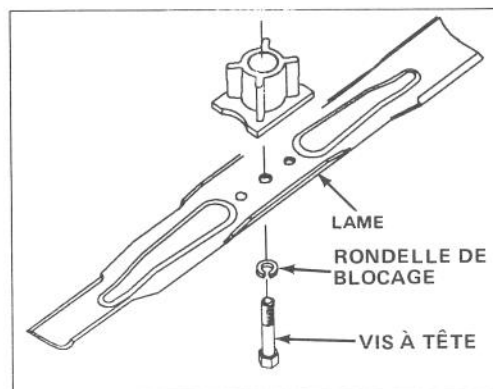

Figure 19
5. Saisissez l'extrémité de la lame en vous servant d'un chiffon ou d'un gant bien rembourré. Enlevez la vis à tête, la rondelle de blocage et la lame (Fig. 19).